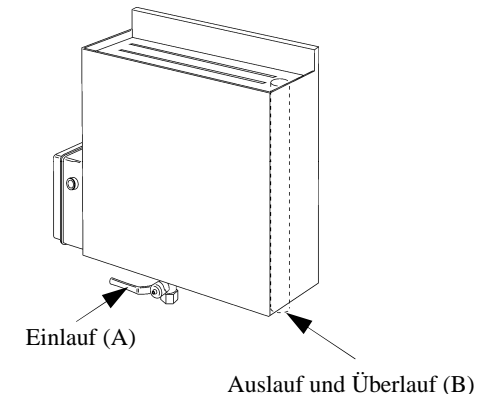

ABB.Nr. 6 - hydr. Verbindung
1. den Behälter füllen, dazu den Versorgungshahn zum Einlauf A (*ABB.Nr. 6, siehe.A*) öffnen, bis das Wasser am Überlauf (B) ausfließt;
2. den Hahn leicht geöffnet halten (die tägliche Zufuhr muss ca. 15-20 Liter sein); der Überlauf (B) wird dafür sorgen, dass der Flüssigkeitsstand konstant bleibt;